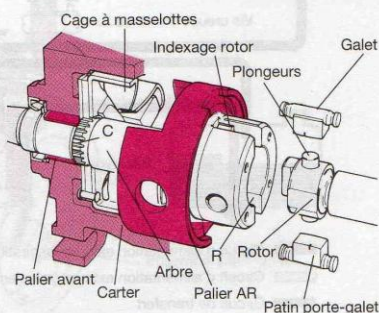
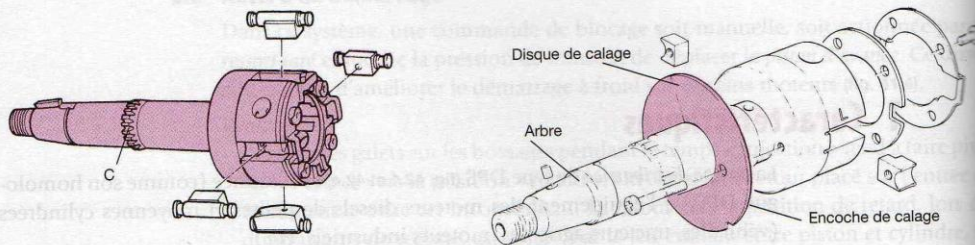

Figure 42.2. Entraînement DPS
Figure 42.3. Arbre d'entraînement DPS (4 plongeurs)
L'arbre d'entraînement monobloc, avec deux paliers (1 à l'avant, 1 dans un palier support, fig. 42.2) permet de supporter sans problème l'effort exercé par les distributions à courroies crantées. L'arbre comporte également les rainures de coulissement des ensembles « patins-galets » (R) (fig. 42.2), les guides d'indexage du rotor et la mortaise d'entraînement. Les cannelures (C) (fig. 42.3) permettent l'entraînement de la cage à masselottes de régulateur avec amortisseur de vibrations.
Le disque de calage muni d'une encoche permet le blocage de l'arbre d'entraînement en position de début d'injection (fig. 42.3).